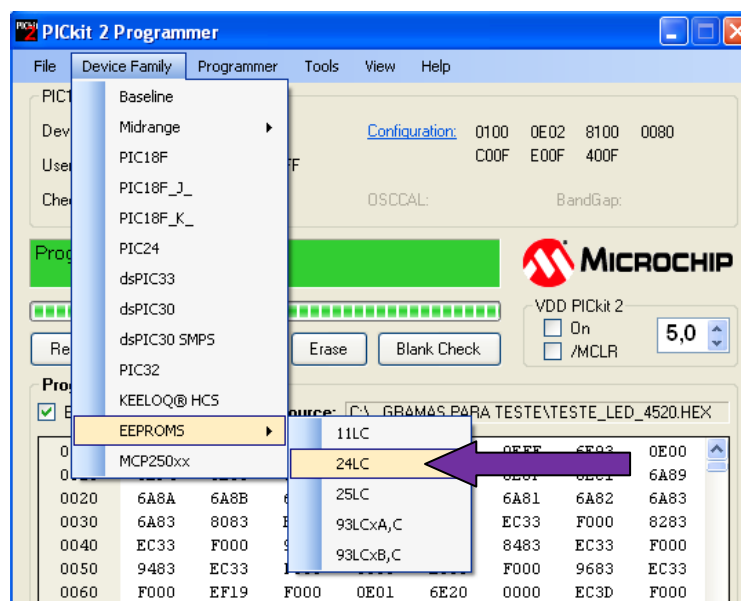

Figura 14
- Va Device Family-> EEPROMS e escolha o modelo 24LC conforme figura 14.